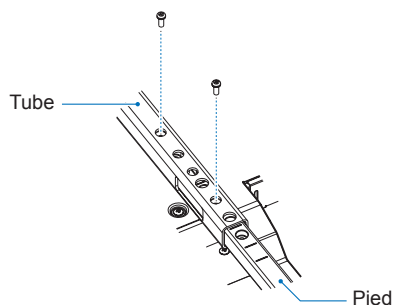

Figure 2
2. Fixez le pied et le tube avec les vis fournies. Fixez les deux trous de vis au niveau du tube (**Figure 2**).